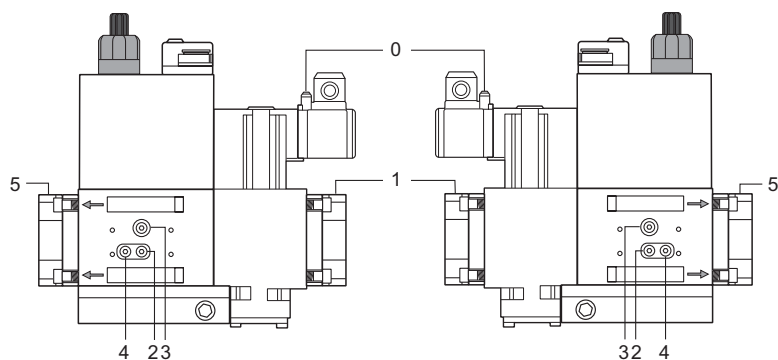
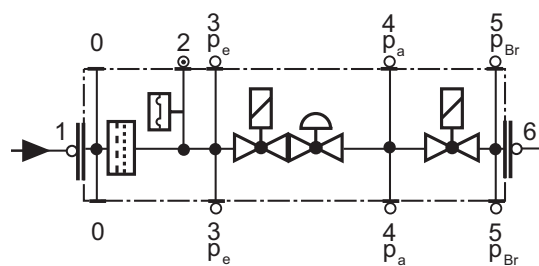

Fig. 54
Fig. 55
- Schimbati filtrul daca diferenta de presiune intre prizele 1 si 2 (Fig. 54-Fig. 55) este $\Delta p > 10$ mbar.
- Schimbati filtrul daca diferenta de presiune intre prizele 1 si 2 (Fig. 54-Fig. 55) este de doua ori mai mare comparata cu cea de la ultima verificare .